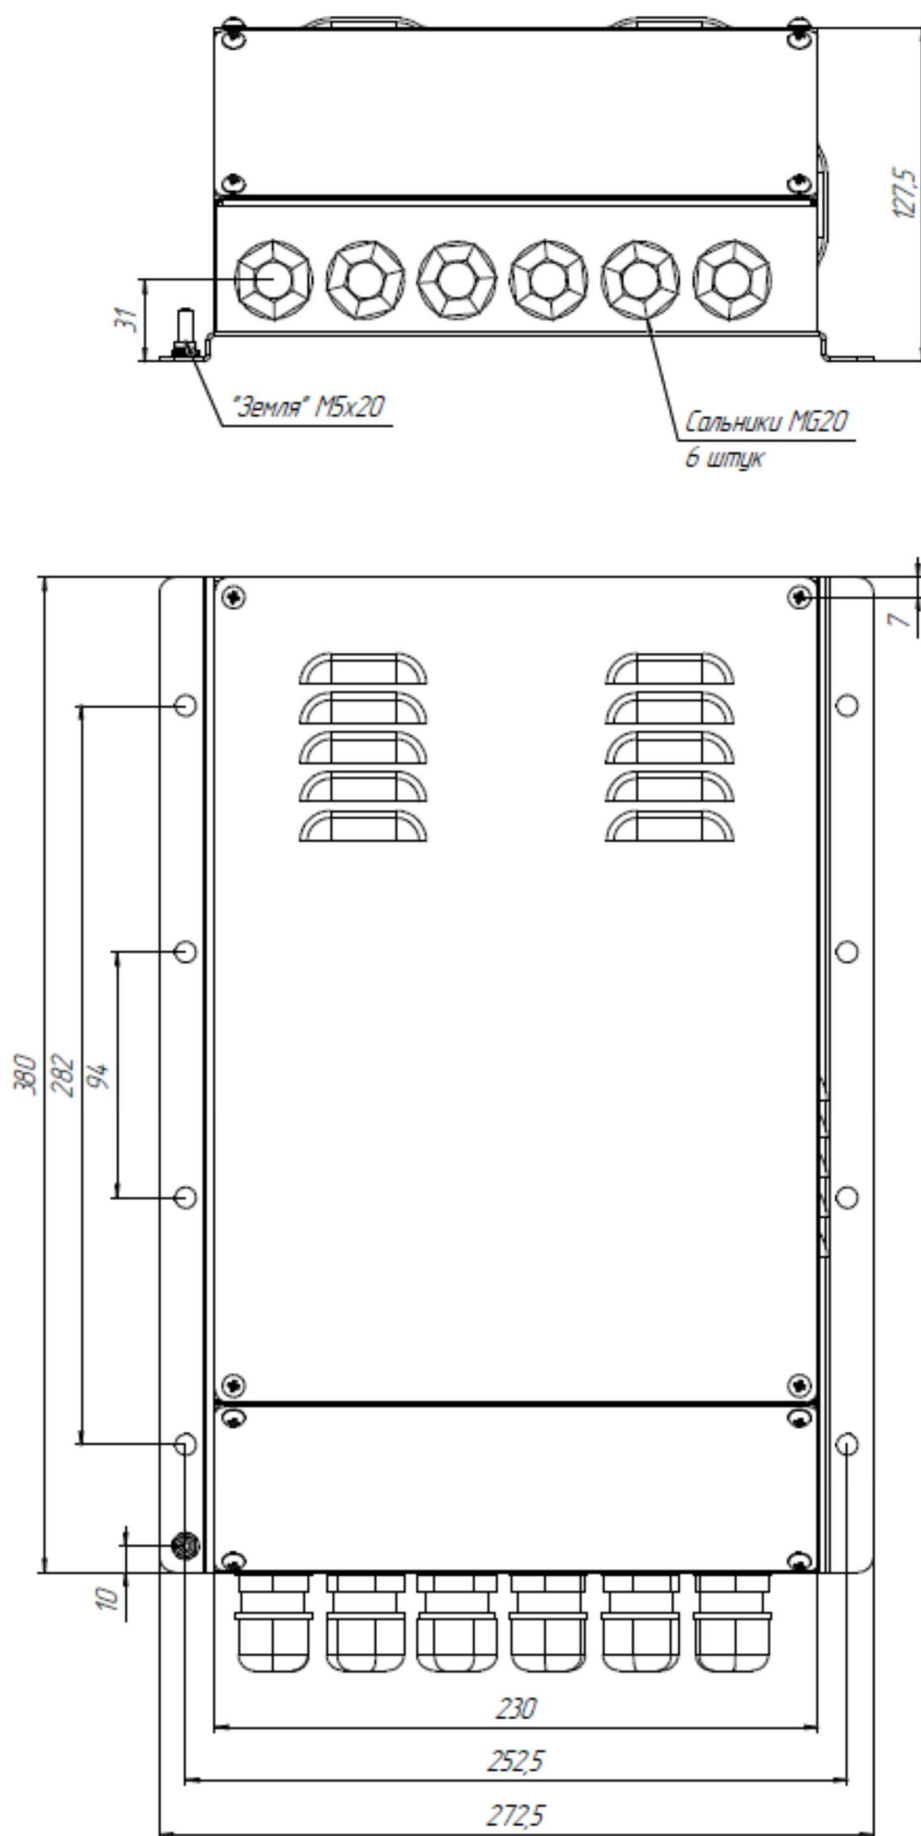

Рисунок 2. Габаритные и установочные размеры БП
2. Корпус БП прочно закрепите на вертикальной стенке, и усилием руки проверьте надежность его крепления (установочные размеры указаны на Рисунок 2);